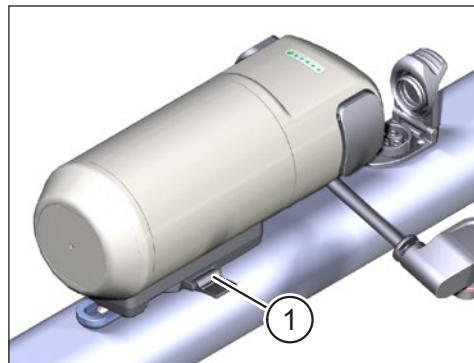

Fig. 6: Système FIDLOCK® verrouillé
- ▶ Poussez la languette de verrouillage jusqu'à la butée (voir élément 1 Fig. 6), pour fixer fermement le Range Extender.